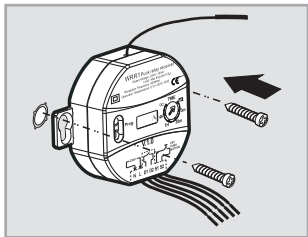

fig.7
- 3.4.2.1 Vid montage i större kapsling, armatur etc. används skruvfastsättning mha. puckens "öron" (se fig.7).